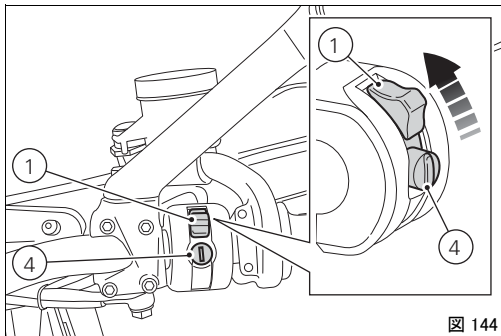

図 144
黒いボタン (4、図 144) が見えるように、赤いスイッチ (1)
ハンドルの赤いスイッチ (1、図 144) を RUN OFF にいれ、エ